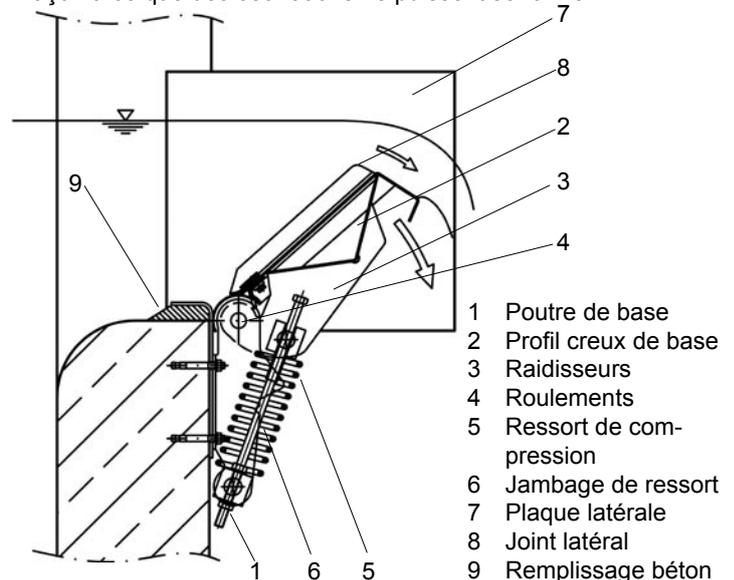

Fig. 2 : Pièces constitutives du seuil flexible UFT-FluidFlap.
La construction du seuil flexible est représentée sur la figure 2. Il se compose d'une poutre de base (1) sous forme d'un profil en tôle en forme de z, doublement replié et fixé par chevilles sur l'arrière du seuil béton réalisé préalablement. La hauteur de la crête du seuil est calculée individuellement par nos soins, en fonction du type de seuil utilisé, du débit de dimensionnement et du niveau d'eau désiré.